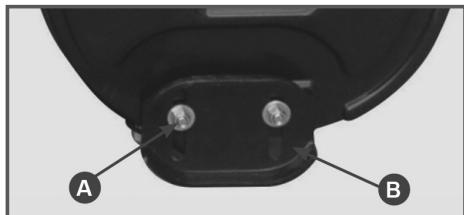

Рис.8 Регулировка высоты забора снега
Ослабьте гайки крепления полозков (A) Рис.8 и установите полозок (B) Рис.8 на необходимую высоту. Снова затяните гайки. Установите полозок на другой стороне на ту же высоту.